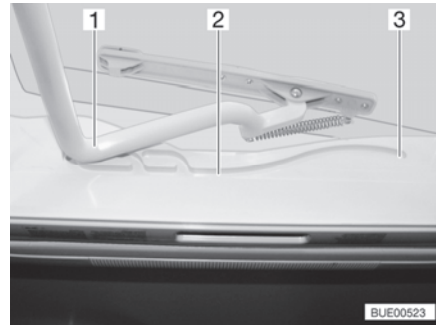

Bild 54 Spår (Heki-taklucka)
- Dra in bygel (Bild 54,1) i spåret (Bild 54,2) till den bakersta positionen (Bild 54,3).
- Tryck bygel (Bild 54,1) lätt uppåt med båda händerna.
- Drag bygel till önskad position i spåret (Bild 54,2).